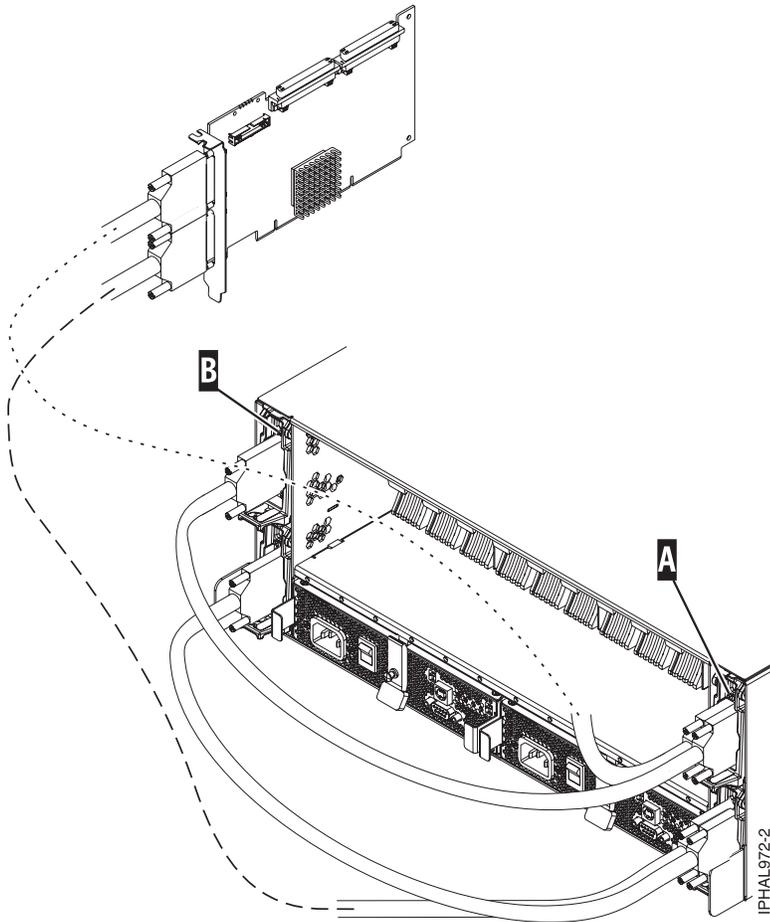

Figura 20. Cable SCSI a una tarjeta repetidora dual conectada con una única tarjeta repetidora
- Si se propone utilizar una combinación de tarjetas repetidoras individuales y duales, conecte un cable SCSI en la tarjeta repetidora de iniciador dual-de iniciador (A). A continuación, conecte la tarjeta repetidora dual (A) a la tarjeta repetidora individual (B) utilizando un cable SCSI distinto. Hallará más información en la Figura 20 en la página 62.